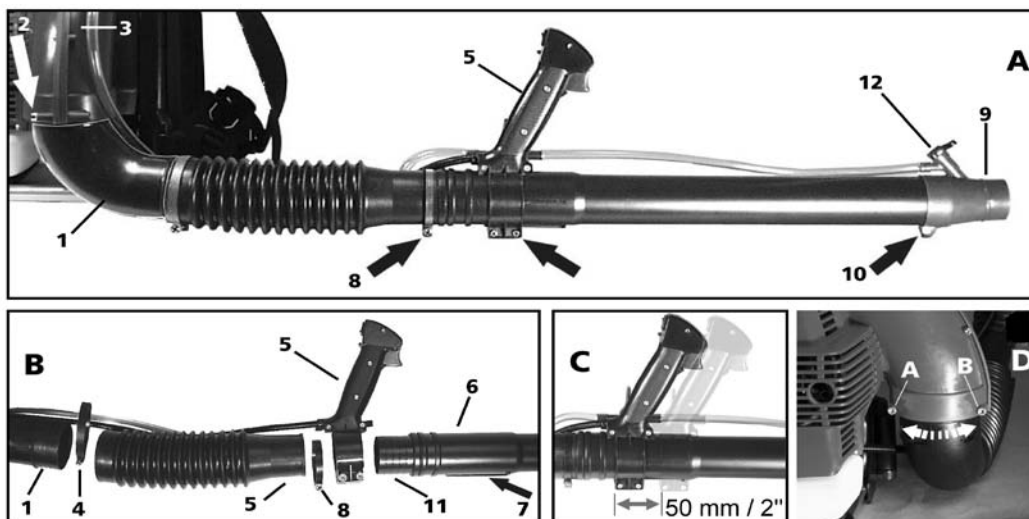

Рис. 4
Подсоедините рукоятку (5) (лучше всего движением спереди назад) к трубке для распыления (6), после чего, выбрав подходящее положение (рис. 4С), прикрутите ее. С помощью направляющей секции (7) на трубке для распыления устанавливается вертикальная позиция.